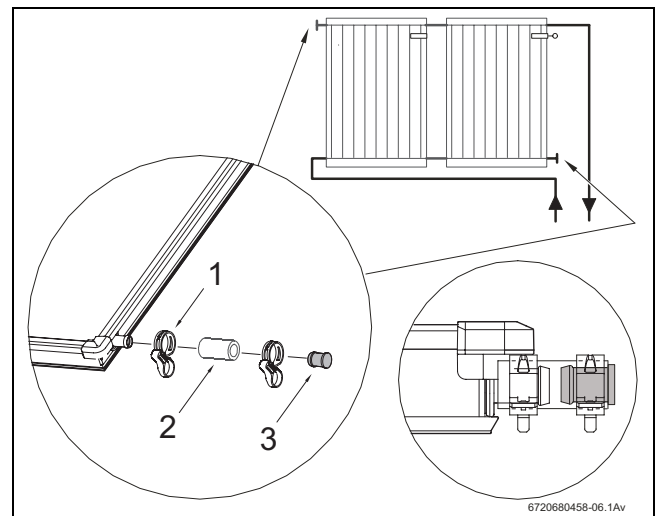

Fig. 35 Montar el caperuza de cierre y la abrazadera
- Conectar los tubos solares de 55 mm (Fig. 35, [2]) con los tapones ciegos montados previamente sobre ambas conexiones libres del campo de colectores.